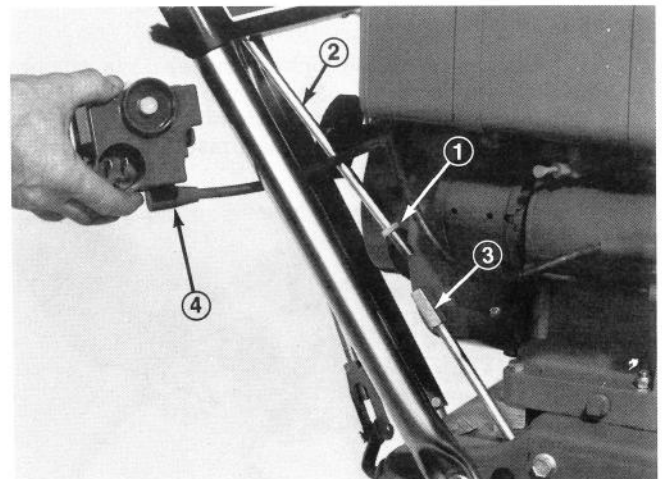

Figure 4
4. Desserrez le contre-écrou, dévissez la tige d'embrayage de roue droite pour la sortir du couplage (fig. 4), faites glisser la commande du démarreur entre la tige d'embrayage et la poignée (fig. 4) et remettez la tige d'embrayage dans le couplage. Serrez le contre-écrou afin de tenir la tige en place.